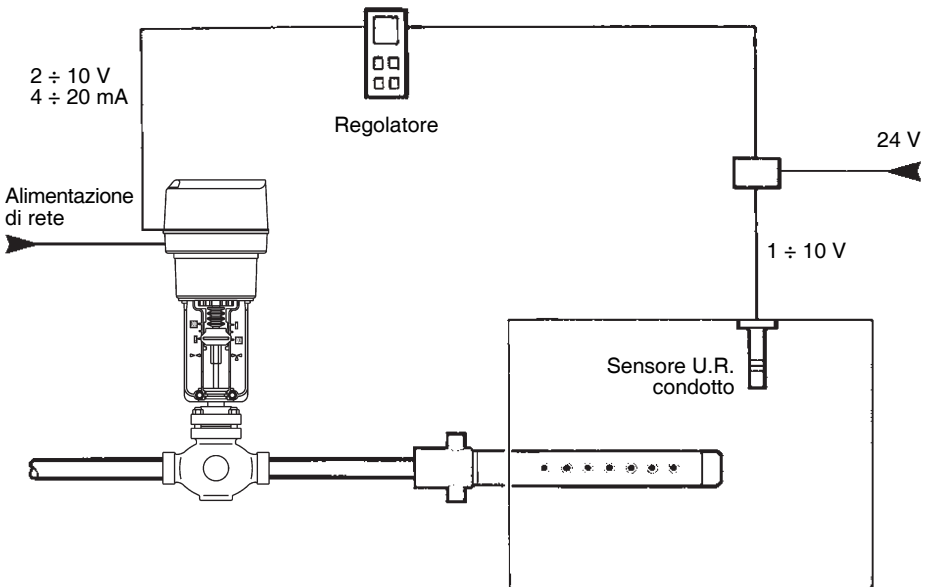

Fig. 17 - Sistema tipico di regolazione con valvola azionata elettronicamente
- 3.11.4 La fig. 17 mostra un sistema di controllo tipico che prevede un regolatore elettronico di umidità ed una valvola di regolazione ad attuazione mediante motore elettrico.